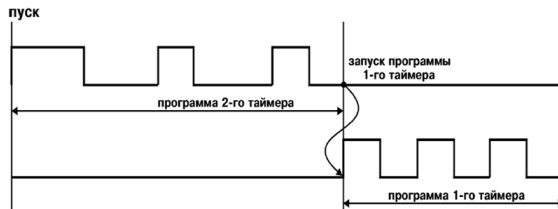

Рисунок 3.19
3.1.7.6 При «**rEst**» = **5** (установка возможна только при значениях «**Inp**» = **1, 2** или **3**) запуск или перезапуск таймера 1 происходит после окончания выполнения программы таймера 2 (рисунок 3.19).